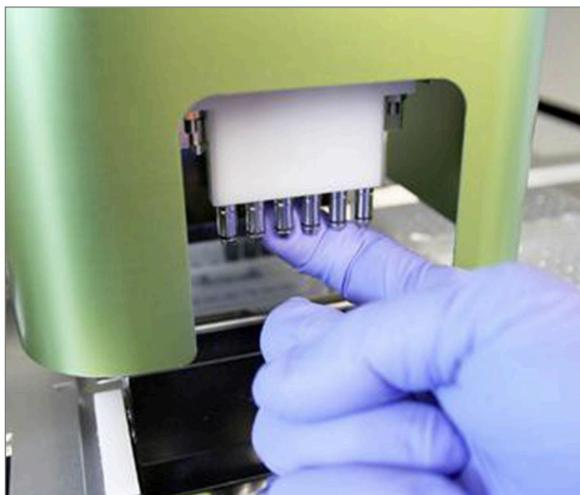

FIGURA 7.10: Use um dedo para aplicar um pouco de massa de silicone da NanoString nos anéis vedantes
3. Para lubrificar os anéis vedantes, aplique um pouco de massa de silicone em torno dos anéis, esfregando-os com o dedo de uma mão enluvada, conforme mostrado na **FIGURA 7.10**.